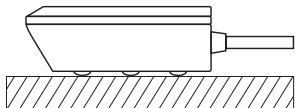

Рис. 4. Установка датчика на полу.
- Установка датчика на полу контактными пластинами вниз (см. рис. 4). Провод свободно лежит на полу. Точечные выступы на корпусе датчика не позволяют контактным пластинам касаться пола, что предотвращает ложное срабатывание датчика.